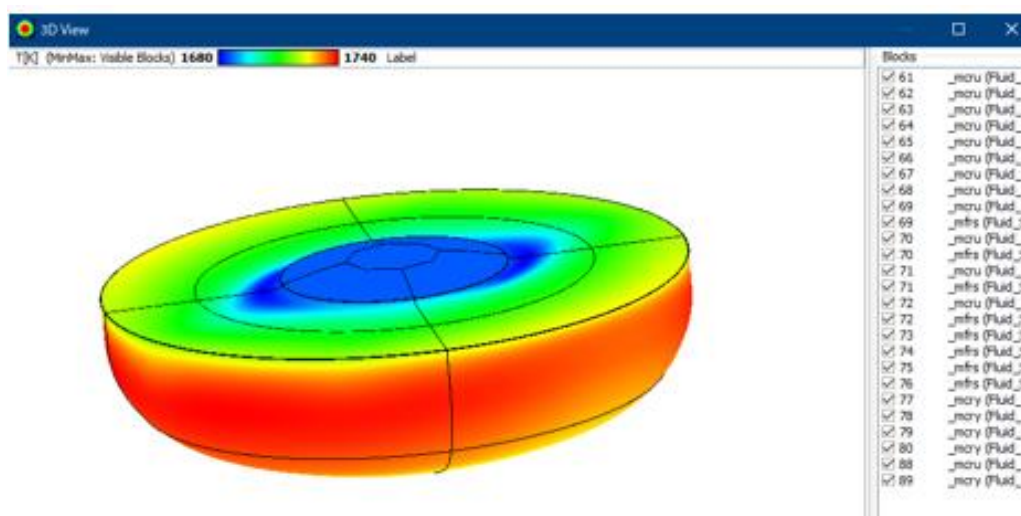

図 18. ***_mcrj_mfrs.dcr ファイルの可視化 (View3D 表示)
- ***_mcry_mfrs. dcr ファイルの出力機能の追加 (図 18)